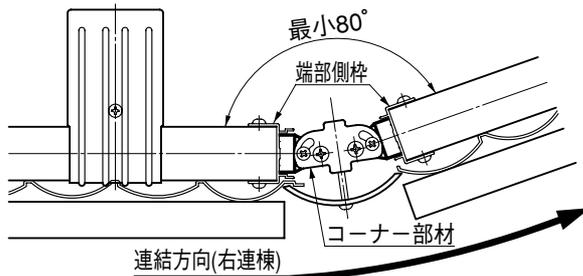
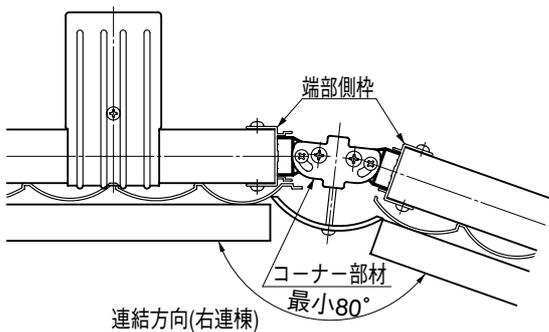
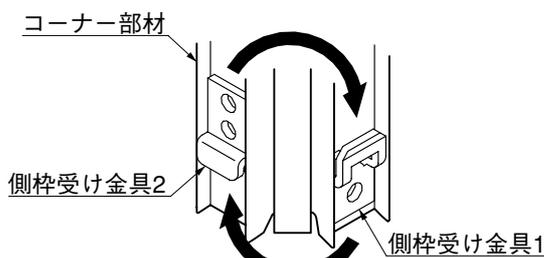

図5-1 出隅
図5-2 入隅
図5-3
- ① 図5-1、図5-2を参照してコーナー部材の向きを決めてください。
- コーナー部材の金具は図5-2の場合に合わせてセットされています。
- 図5-1の場合、または左連棟のときのみ側枠受け金具の位置を交換してください。(図5-3参照)